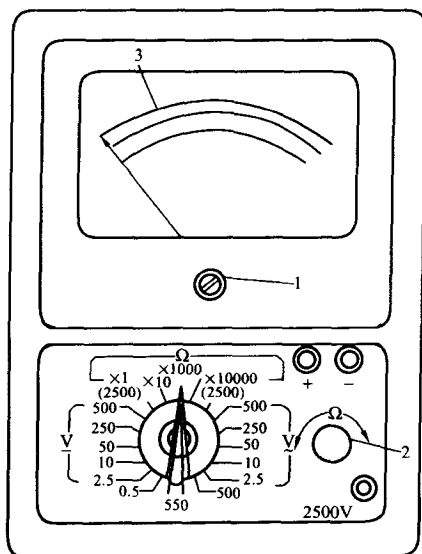

图 1-1 万用表的面板图
(1) 指针式万用表的结构。指针式万用表主要由表头、测量线路和转换开关三部分组成。表头用以指示被测量的数值,测量线路用来把各种被测量转换到适合表头测量的直流微小电流,转换开关实现对不同测量线路的选择,以适应各种测量要求。指针式万用表的外形可以做成便携式或袖珍式,将刻度盘、转换开关、调零旋钮以及接线柱(或插孔)装在面板上,各种型式的万用表外形布置不尽相同,国产 MF25 型万用表外形如图 1-1 所示。
(2) 指针式万用表的正确使用要点如下: